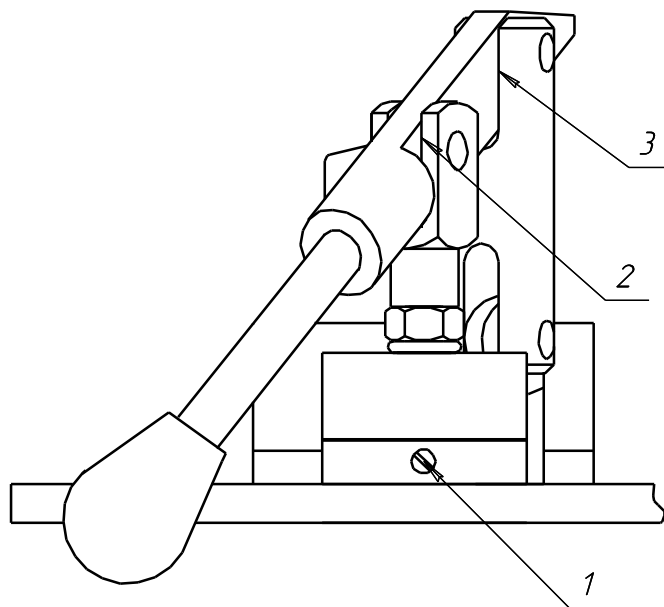

Рисунок 8. Узел ручного насоса
6.8 На ручном насосе открутите винт 1 (рисунок 8) на  $\frac{1}{2}$  оборота. Плавно качайте ручным насосом до тех пор, пока из под резьбы винта 1 не перестанут выходить пузырьки воздуха. После этого закрутите винт 1 с небольшим усилием.